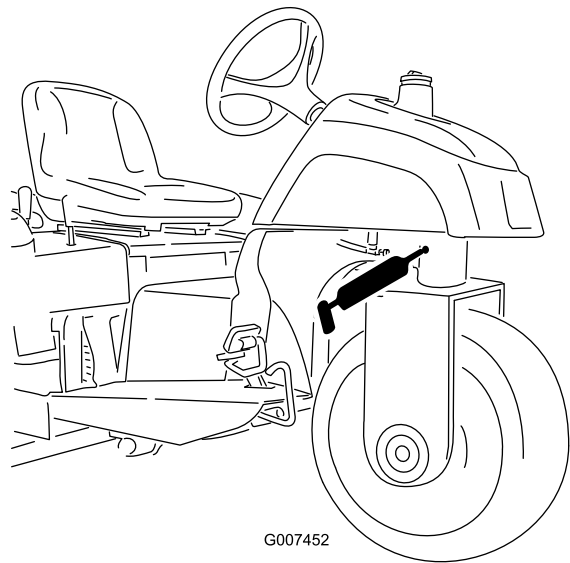

Figura 26
- Perno dello sterzo (Figura 26)
Nota: Il raccordo piano sul perno dello sterzo (Figura 26) richiede un adattatore per l'ugello della pistola d'ingrassaggio. Per ottenerlo, ordinate il N° cat. 107-1998 presso il Distributore Toro autorizzato di zona.